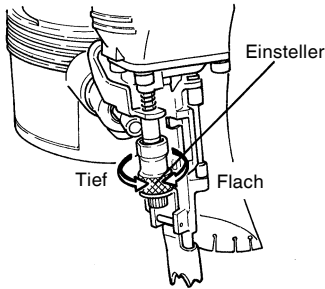

Abb. 15
- Einstellen des Einstellers (Abb. 15)
Einmal zur Probe nageln. Wenn die Nägel zu tief eingeschlagen werden, den Einsteller zur flacheren Seite hin drehen (T Markierung). Wenn die Nägel zu flach eingeschlagen werden, den Einsteller zur tieferen Seite hin drehen (H Markierung) (siehe Abb. 15, 16). Mit jeder Umdrehung des Einstellers wird die Nageltiefe um 1 mm geändert.